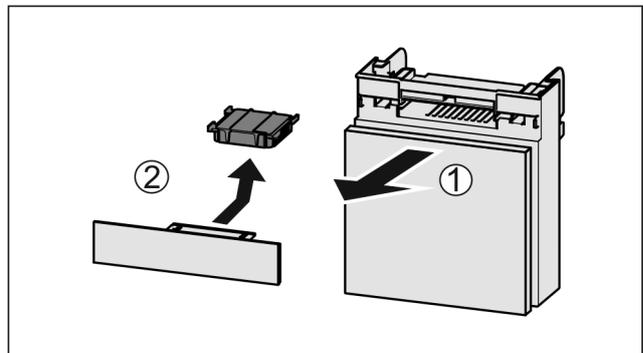

Fig. 106
- ▶ Fach nach vorne herausziehen Fig. 106 (1).
- ▶ Aktivkohlefilter entnehmen Fig. 106 (2).